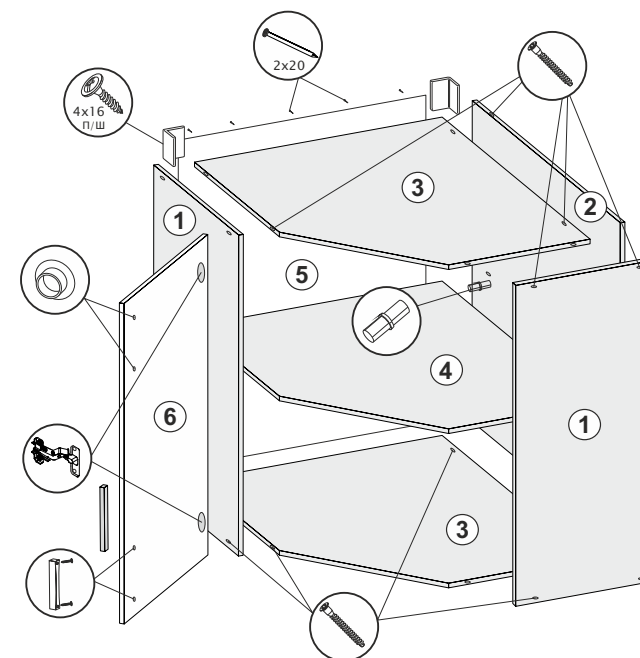

Рис.2
4. Соединить боковины (1) с рядом стоящими секциями межсекционными стяжками, предварительно просверлив отверстия Ø5.
5. В секциях со стеклом, использовать кляймеры и шурупы 3x16 для крепления стекла к створке (6) (рис.2).